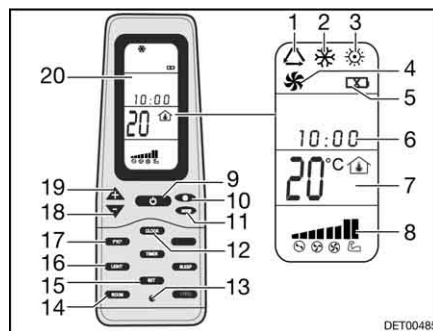

Bild 155 Fernbedienung
- Die Taste ON/OFF (Bild 155,9) drücken.
- Die Taste "Mode" (Bild 155,11) so oft drücken, bis die gewünschte Betriebsart (Bild 155,1, 2, 3 oder 4) auf dem Display (Bild 155,20) angezeigt wird.
- Mit den Tasten "+" (Bild 155,19) und "-" (Bild 155,18) die gewünschte Temperatur einstellen.
- Mit der Taste Lüftergeschwindigkeit (Bild 155,10) die gewünschte Lüfterstufe wählen.
Ausschalten: ■ Die Taste ON/OFF (Bild 155,9) drücken.